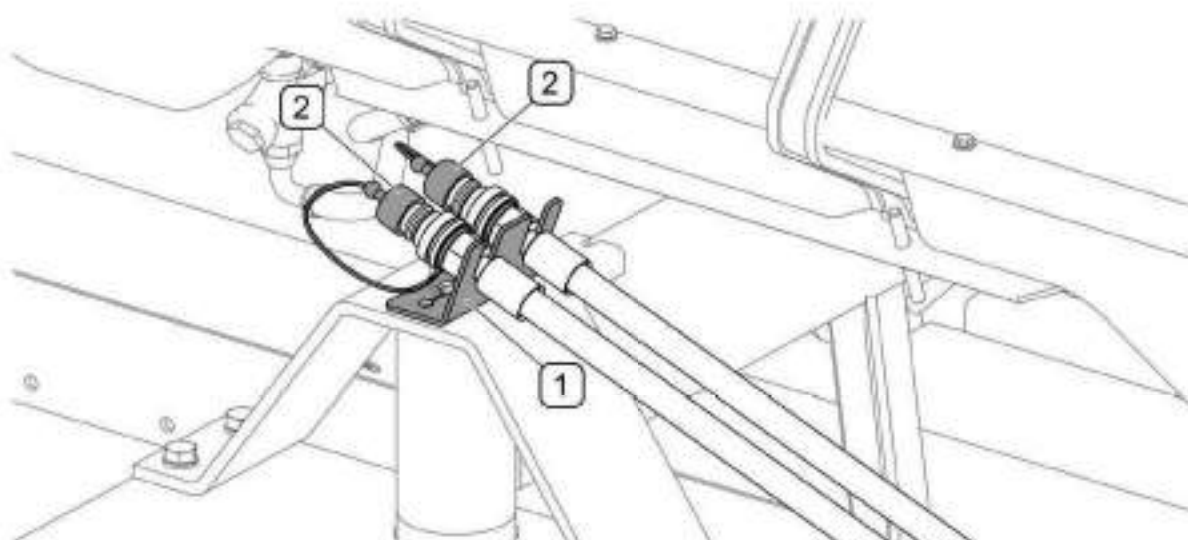

РИСУНОК 4.13А Предохранение штекеров после отсоединения от трактора
- Отсоединить от трактора штекеры гидропроводов, закрыть колпачками и поместить на специальный кронштейн на раме (РИСУНОК 4.13А)